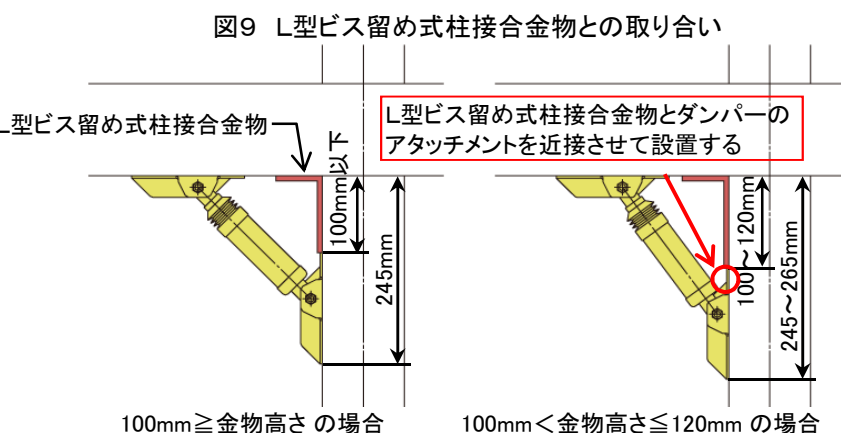

図9 L型ビス留め式柱接合金物との取り合い
③ 羽子板ボルトは、梁の側面もしくは上部への取付としてください。
④ L型ビス留め式柱接合金物部分にダンパーを設置する場合、偏心させて並列させるか、高さ寸法が100mm以内の金物であればダンパーをまたがせて設置することができます。（図9参照） 100mm＜金物高さ≤120mm の場合は、金物とダンパーのアタッチメントを近接させて設置してください。 120mm以上の金物とダンパーの同一箇所への設置はできません。位置の変更を考慮願います。 （＜施-4＞「移動の優先順位」参照）
⑤ ホールダウン金物の部位への取付は、他に付ける場所がない場合のみとする。 やむをえずホールダウン金物部分に設置しなければならない場合は、互いに干渉しないようアタッチメントの向きを考慮して、ダンパーを先行して取り付ける。